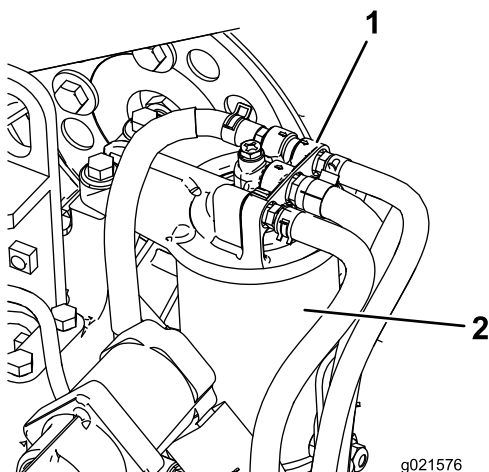

Bild 74
1. Reinigen Sie den Bereich um den Kraftstofffilterkopf (Bild 74).
2. Entfernen Sie den Filter und reinigen die Kontaktfläche (Bild 74).